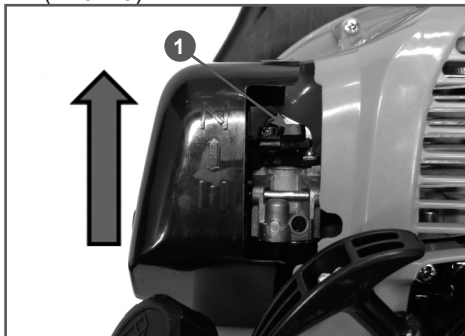

Рис. 10 Воздушная заслонка карбюратора закрыта
4. Закройте воздушную заслонку карбюратора. Для этого рычаг управления воздушной заслонкой переведите в верхнее положение (ЗАКРЫТО) (Рис. 10).